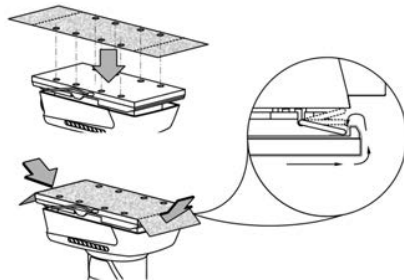

Fig. 3 - Fixação da lixa na base
Escolha a folha de lixa com o grão desejado, dobre as extremidades da lixa e coloque-a sobre a base (5). As extremidades da lixa precisam ser colocadas sob os prendedores da lixa (6), fig. 3.